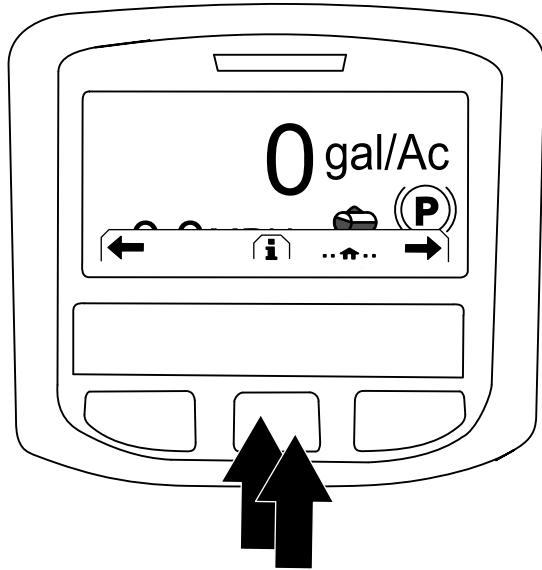

Figura 225
2. No ecrã de início, pressione o botão central no InfoCenter para aceder ao ecrã de navegação (Figura 225).
3. Carregue no botão central do InfoCenter para aceder ao menu principal (Figura 225).